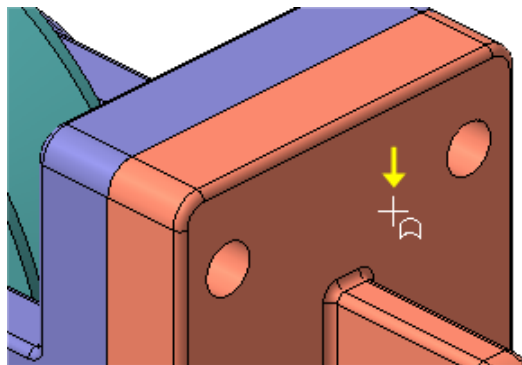

Рисунок 37.
- Затем разверните сборку обратной стороной и укажите плоскую грань Кронштейна (рис.37).